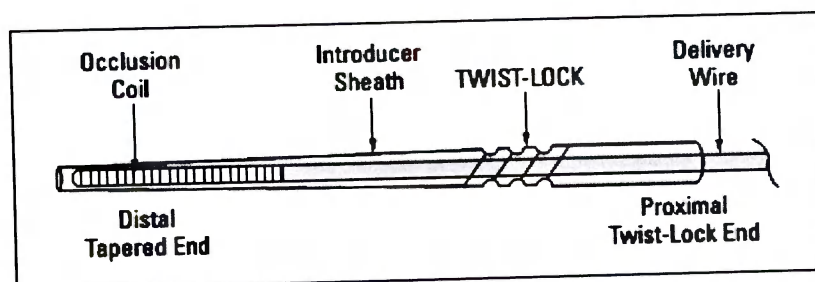

Рис. 7. Оболочка интродьюсера
3. Выпустите спираль внутри оболочки интродьюсера, аккуратно сжимая оболочку с обеих сторон механизма с поворотным замком и осуществляя 2-3 вращения проксимальной стороны против часовой стрелки (рис. 7,8).